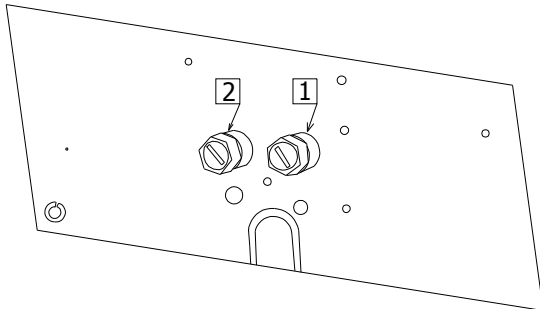

Рис. 6.2.2.1. Размещение защит с ручной блокировкой
- открутить предохранительный колпачок ограничителя (который находится на нижней стенке кассеты, командоконтроллера, доступный после снятия переднего щитка, рис. 6.2.2.1.) кассеты командоконтроллера не надо снимать !
- открутить предохранительный колпачок ограничителя (который находится на нижней стенке кассеты, командоконтроллера, доступный после снятия переднего щитка, рис. 6.2.2.1.) - кассеты командоконтроллера не надо снимать !